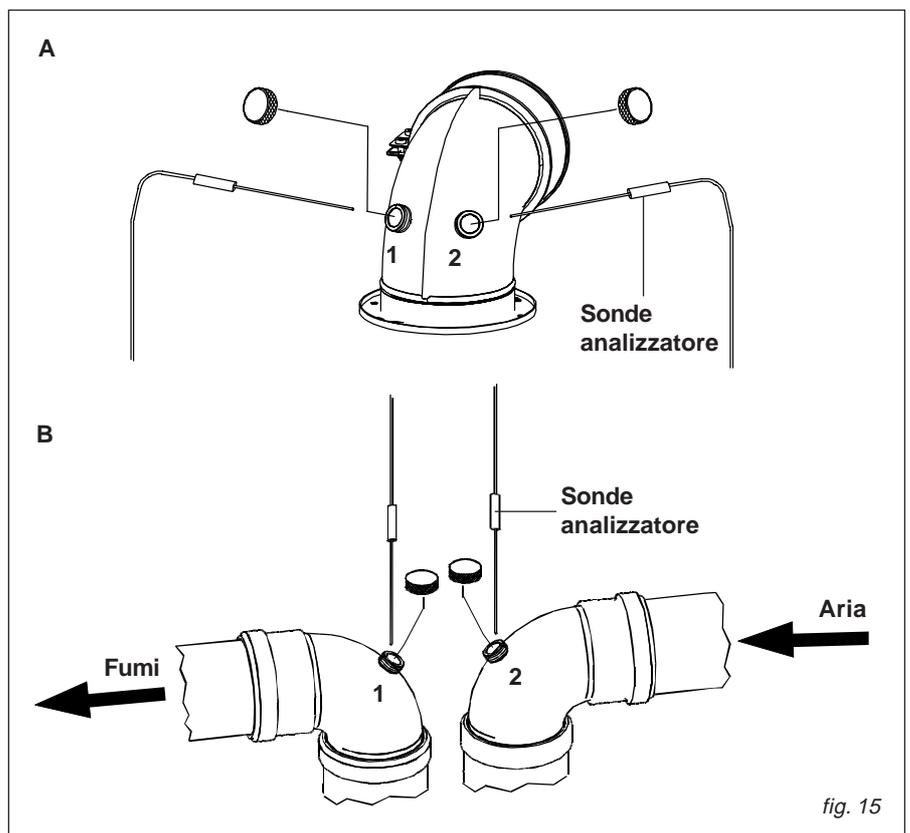

fig. 15
- misura dell'aria comburente prelevata nell'apposito foro 2 (vedi fig. 15).
- misura della temperatura fumi e della CO2 prelevata nell'apposito foro 1 (vedi fig. 15).